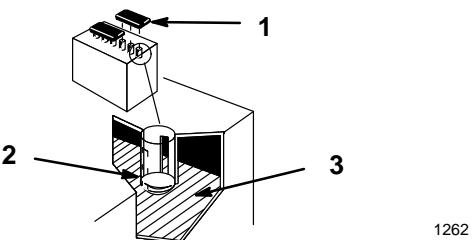

Figure 29
2. Retirer les bouchons pour voir l'intérieur des éléments. L'électrolyte doit arriver jusqu'au bas des tubes (Fig. 29). Ne pas laisser le niveau d'électrolyte descendre en dessous du sommet des plaques (Fig. 29).
2. Retirer les bouchons de remplissage (Fig. 29).
3. Verser lentement de l'eau distillée dans chaque élément de la batterie jusqu'à ce que le niveau arrive au bas du tube (Fig. 29).